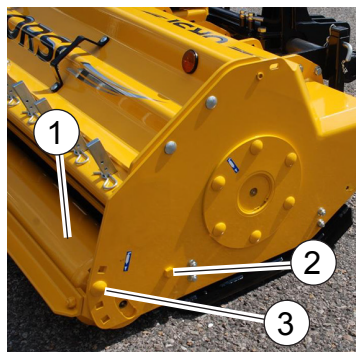

Fig.39
- Allentare il dado della vite (2, "Fig.39").
- Svitare la vite (3, "Fig.39").
- Fare perno sulla vite (2, "Fig.39"). Sollevare o abbassare il rullo d'appoggio (1, "Fig.39").
- Inserire la vite (3, "Fig.39") in un'altra asola.
- Unscrew the nuts from the screw (2, "Fig.39").
- Unscrew the bolt (3, "Fig.39").
- Pivot the screw (2, "Fig.39"). Lift or to lower the roll of support (1, "Fig.39").
- Insert the screw (3, "Fig.39") in another hole.
- Desserrer le dé de la vis (2, "Fig.39").
- Devisser la vis (3, "Fig.39").
- Pivoter sur la vis (2, "Fig.39"). Soulever ou baisser le rouleau d'appui (1, "Fig.39").
- Insérer la vis (3, "Fig.39") dans une autre boutonniere.
- Lockern die Mutter der Schraube (2, "Fig.39").
- Abschrauben Sie die Schraube (3, "Fig.39").
- Drehen Sie die Schraube (2, "Fig.39"). Anheben oder Absenken der Stützrolle (1, "Fig.39").
- Die Schraube einfügen (3, "Fig.39") in eine andere Knopfloch.
- Aflojar el dado de la vid (2, "Fig.39").
- Destornillar la vid (3, "Fig.39").
- Hacer gozne sobre la vid (2, "Fig.39"). Levantar o bajar el rollo de apoyo (1, "Fig.39").
- Insertar la vid (3, "Fig.39") en otro ojal.
- Desapertar a porca do parafuso (2, "Fig.39").
- Desaparafusar o parafuso (3, "Fig.39").
- Pivotar o parafuso (2, "Fig.39"). Elevar ou baixar o rolo de apoio (1, "Fig.39").
- Inserir o parafuso (3, "Fig.39") noutra ranhura.